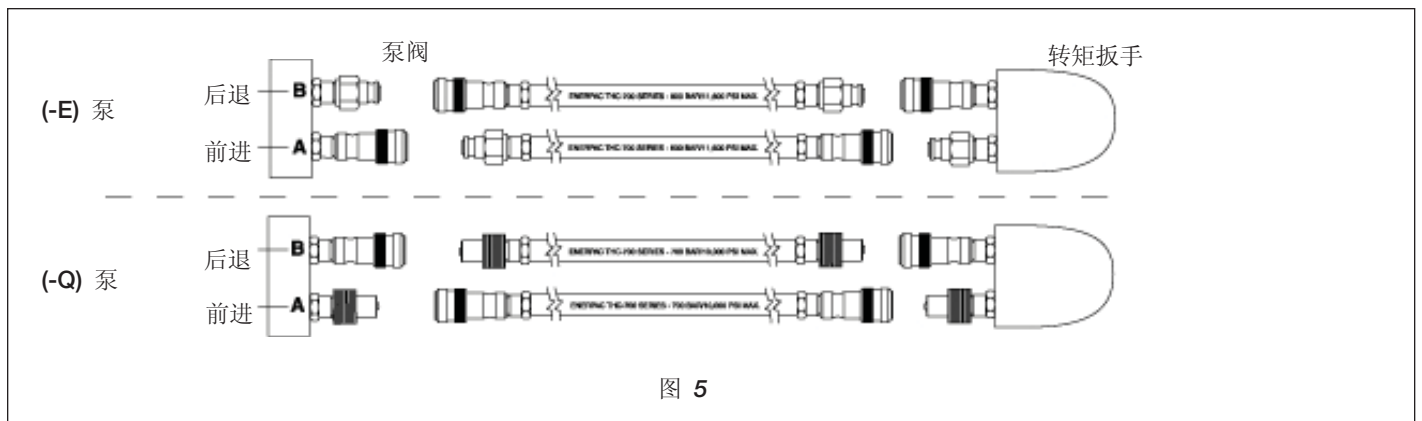

图 5
如图 5 所示连接软管。
1. 适合使用 Enerpac SQD 和 HXD 转矩扳手的 (-E) 型泵。确保使用标有“ENERPAC THC-700 SERIES - 800 Bar/11,600 psi max”的软管。这些软管上的接头已经在工厂经过了“极化处理”，可确保扳手操作正确性。（见图 5）
2. 适合使用 Enerpac S 和 W 转矩扳手及其他品牌转矩扳手的 (-Q) 型泵。使用标有“Enerpac THQ-700 series-700 bar/10,000 psi max.”的软管。接头必须按图 5 所示进行极化处理，以确保扳手操作正确性。操作前确保接头完全啮合并已拧紧。如果接头只是部分啮合，将会妨碍扳手正确操作。